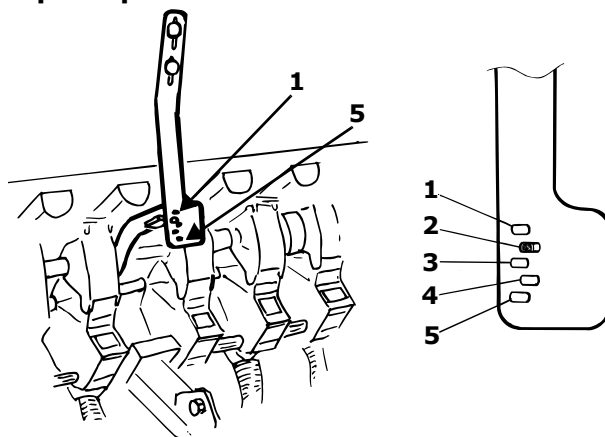

Figure 1.17
- 2 Nastavte spodní klapky podle údajů uvedených v tabulce, "Figure 1.17".